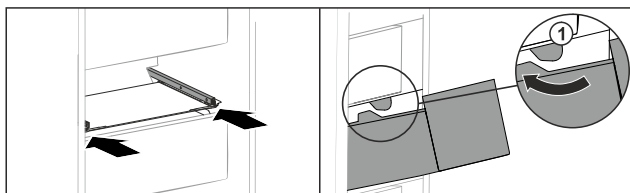

Fig. 198
- Ghidați sertarul în jurul opritorului Fig. 198 (1).